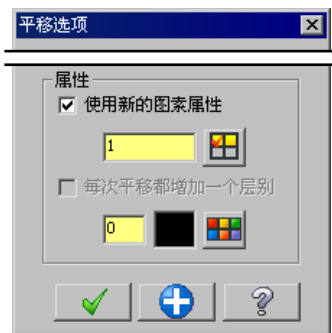

图 3.14.8 使用新的图素属性
- ☒ **使用新的图素属性** 复选框：用于定义平移图素的层别和颜色等参数。当选中此复选框时，**属性** 区域的其他参数方可显示，如图 3.14.8 所示。